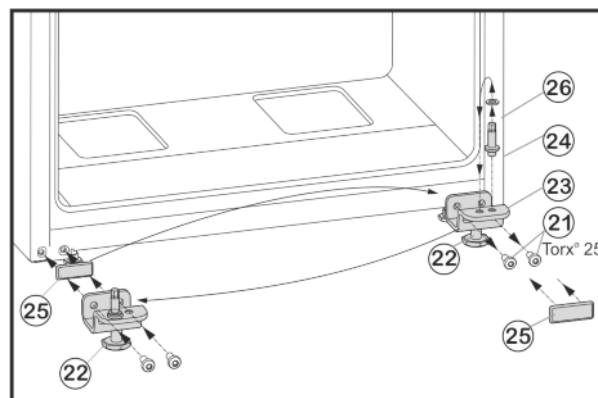

Fig. 6
- ▶ Bevestigingsbouten Fig. 6 (21) losschroeven.
- ▶ Lagerbok onder Fig. 6 (23) volledig met lagerbouten Fig. 6 (24), schijf Fig. 6 (26) en stelvoet Fig. 6 (22), verwijderen.
- ▶ Lagerbouten Fig. 6 (24) volledig met schijf Fig. 6 (26) losschroeven, terugplaatsen in het tegenoverliggende opnamegat van het lagerbok en weer vastschroeven.
- ▶ Afdekplaat Fig. 6 (25) voorzichtig verwijderen en terugplaatsen op de andere zijde.
- ▶ Lagerbok onder Fig. 6 (23) volledig met lagerbouten Fig. 6 (24), schijf Fig. 6 (26) en stelvoet Fig. 6 (22) weer op de nieuwe scharnierzijde evt. met behulp van een accuboormachine **vastschroeven (met 4 Nm)**.
- ▶ Onderste deur van bovenaf op scharnierpen Fig. 6 (24) plaatsen.
- ▶ Stelpoot Fig. 6 (22) van onderste scharnierblok Fig. 6 (23) eruit draaien, tot deze de vloer raakt.